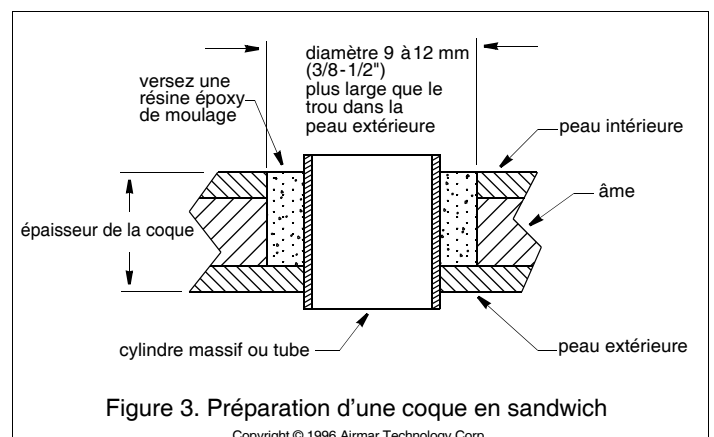

Figure 3. Préparation d'une coque en sandwich
- Percez un avant-trou \varnothing 3 mm (1/8") depuis l'intérieur de la coque. Effectuez le perçage depuis l'extérieur en présence d'une nervure ou d'autres irrégularités de la coque près de l'emplacement sélectionné (Figure 3). (Percez un second trou à un autre emplacement si celui sélectionné pour le premier trou est inadéquat. Collez un ruban de masquage à l'extérieur de la coque à l'emplacement du trou et remplissez celui-ci de mastic époxy.)